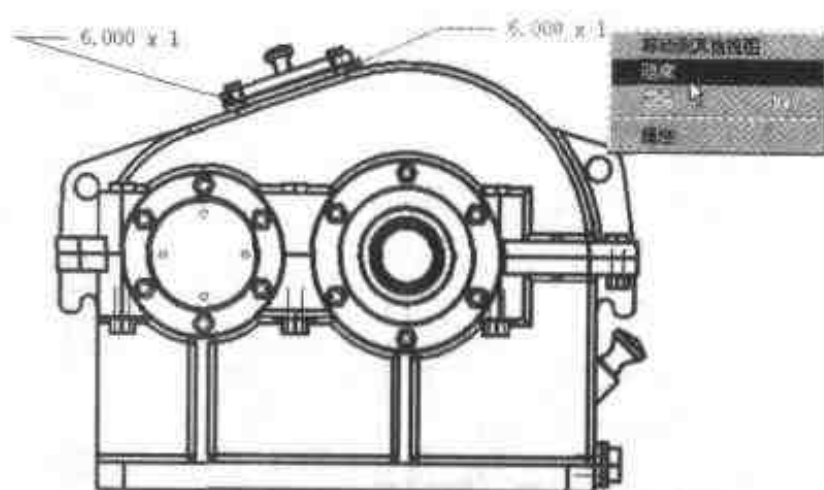

图 3.199 隐藏标注
- (4) 右击螺纹件标注，选择【隐藏】命令，即可以隐藏所有的和三维环境链接的标注，如图 3.199 所示。